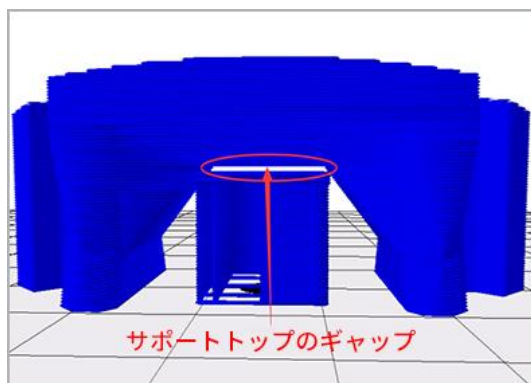

図 24、図中の矢印は、サポートとモデルの隙間
(4)サポート上部とモデルのギャップ（単位 mm）：つまり、サポートの上部とモデルの表面との間の距離を図 24 に示します。数値が大きいほど間隔